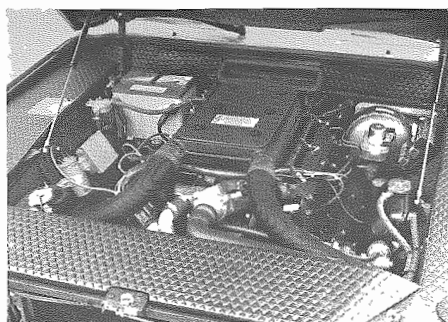

Fig. 3 - Pannelli di rivestimento
- Smontare i pannelli di rivestimento indicati in **Fig. 3**.
- Remove trim panels shown in **Fig. 3**.